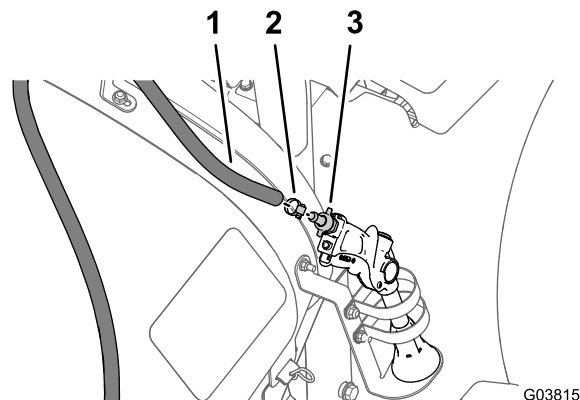

图13
1. 取下将供水软管固定至喷枪宝塔接头的软管夹 图13。
2. 从宝塔接头上卸下供水软管 图13